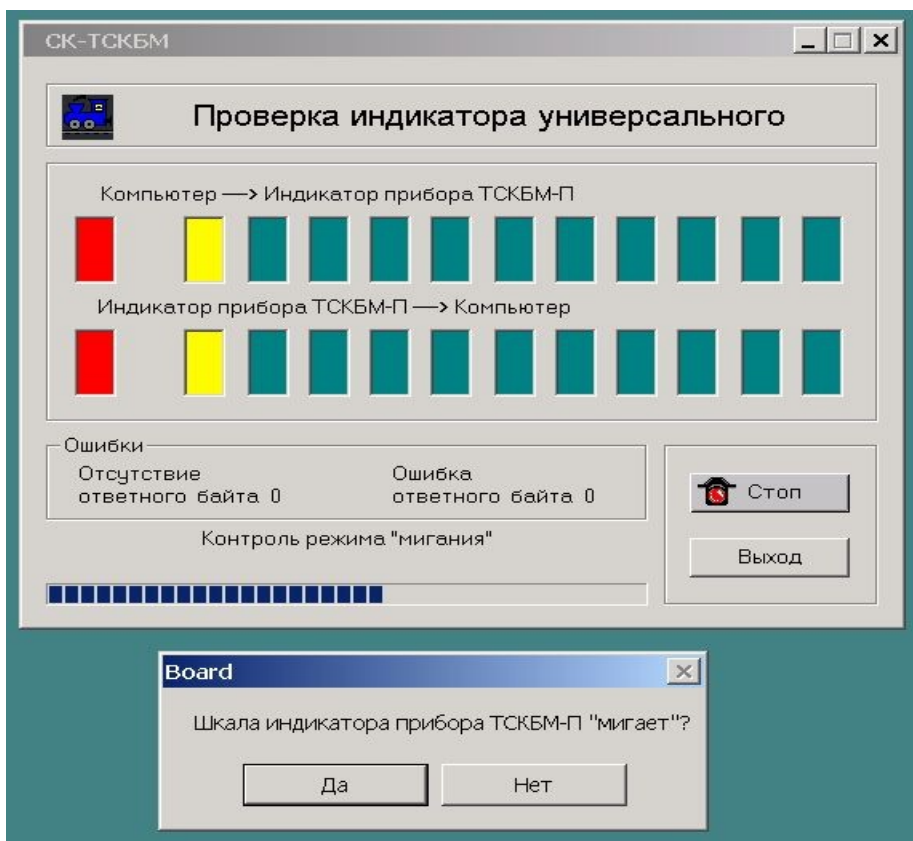

Рисунок 2.18 – Тест **Контроль режима «мигания»**
7) Программа запускает тест **Контроль режима «мигания»**, который проверяет индикаторы ТСКБМ-П и ТСКБМ-ИМН в режиме мигания, см. рисунок 2.18. Оператор должен отвечать на запросы программы о характере свечения индикатора работоспособности ТСКБМ-П и индикаторов **«Предварительная сигнализация»** и **«Нажать РБС»** блоков ТСКБМ-ИМН путем нажатия соответствующих кнопок, см. рисунок 2.18.